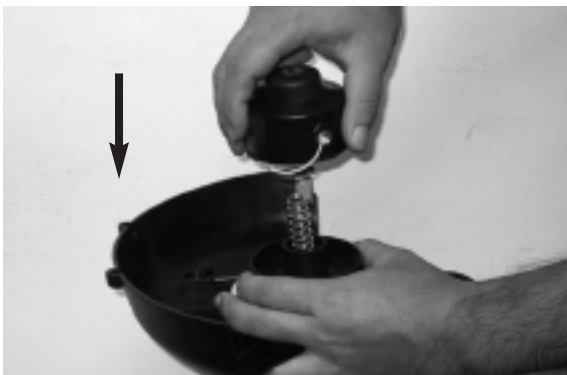
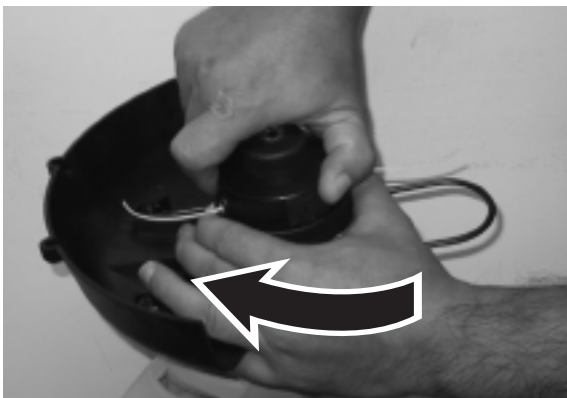

Fig. 27
Fig. 28
8. En veillant à bien insérer le ressort, remontez l'ensemble support de bobine et bobine dans le coupe-herbe. Pour ce faire, poussez sur la tête et tournez l'ensemble dans le sens des aiguilles d'une montre jusqu'à ce qu'il se fixe en position. (Fig. 27 & Fig. 28)